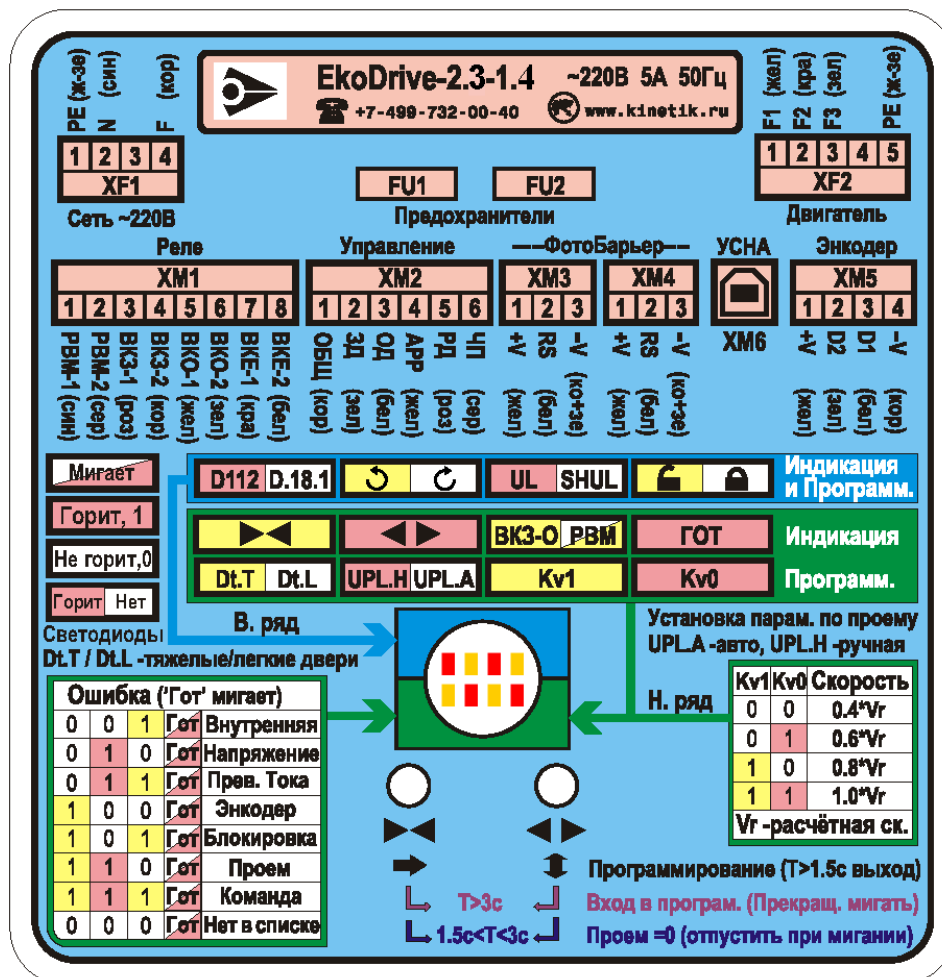

Рис. 3. Схема подключения внешних контактов *Устройства*, если провода от XM1 и XM2 выводятся отдельными кабелями по 8 и 6 проводов соответственно.
3.4.1. На **рис.2** показана блок-схема подключения внешних контактов *Устройства*. На **рис.3** показаны и подписаны отдельные контакты каждого из разъемов *Устройства*.
3.5.7.2. Верхний ряд из 4х светодиодов (рис.3.1) показывает одинаковую информацию во всех режимах отображения информации: ‘Индикация’, ‘Программирование’ и ‘Ошибка’. На наклейке (рис.3) ряды светодиодов подписаны справа и выделены разными цветами, стрелками показано, к какому ряду они относятся.
3.5.7.3. Верхний ряд светодиодов на наклейке подписан справа как ‘Индикация и программ.’ (рис.3).
3.5.7.4. В верхнем ряду светодиоды показывают, слева направо (рис.3, 3.1):
- средний ряд – используется для режима отображения информации ‘Индикация’ и подписан справа как ‘Индикация’ (рис.3, 3.2),
- а самый нижний ряд – используется для режима отображения информации ‘Программирование’ и подписан справа как ‘Программ.’ (рис.3, 3.4).
3.5.7.7. Нижний ряд светодиодов для режима отображения информации ‘Ошибка’ расположен отдельно и сделан в виде таблицы с кодами ошибок (рис.3, 3.3). Таблица сверху подписана как ‘Ошибка (‘ГОТ’ мигает)’.
3.5.8.2. **Таблица** кодов ошибок показана в нижнем левом углу наклейки (рис.3, 3.3).